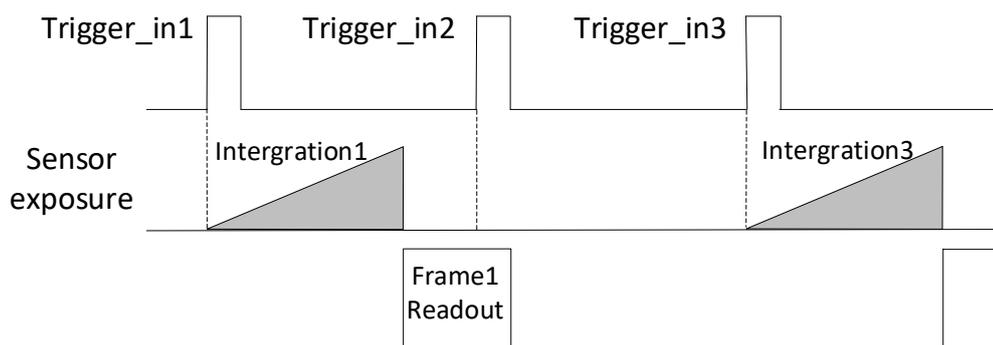

图4-18 第2帧被过滤时序
- 不启用触发缓存使能：第 2 个触发信号直接被过滤，不做处理，如图 4-18 所示；